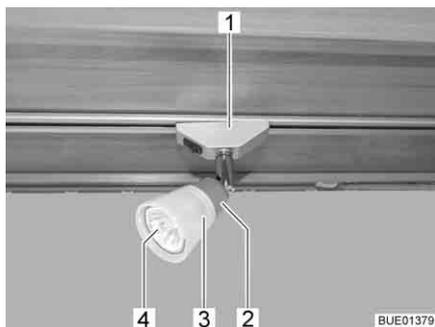

Fig. 273 Spot halogène (coulissant)
- Faire pivoter le spot halogène (Fig. 273,1) de 90° et le sortir du rail.
- Tourner l'abat-jour (Fig. 273,3) dans le sens inverse des aiguilles d'une montre.
- Extraire avec précaution l'abat-jour avec l'ampoule halogène (Fig. 273,4) de la douille (Fig. 273,2).